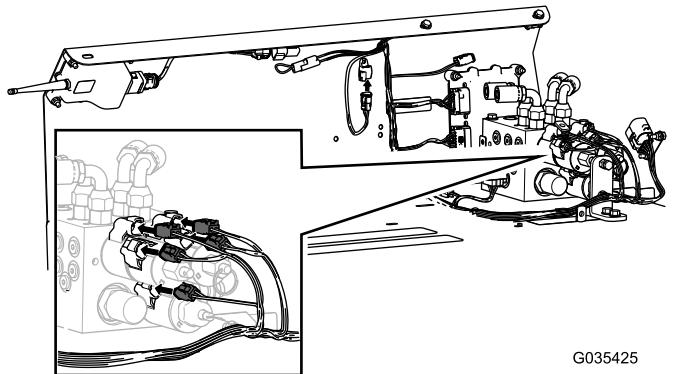
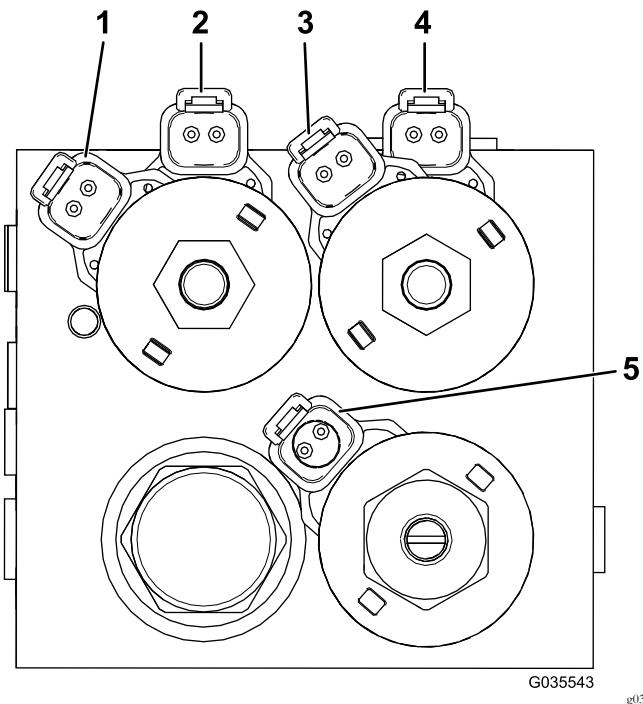

Figura 16
Figura 17
- Ligue as 5 ligações da cablagem nas localizações adequadas no bloco hidráulico; consulte Figura 16 e Figura 17.